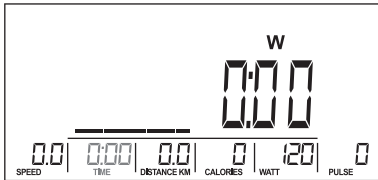

Abb. 21
3. Verwenden Sie das Datenrad, um TIME einzustellen (Abb. 21).